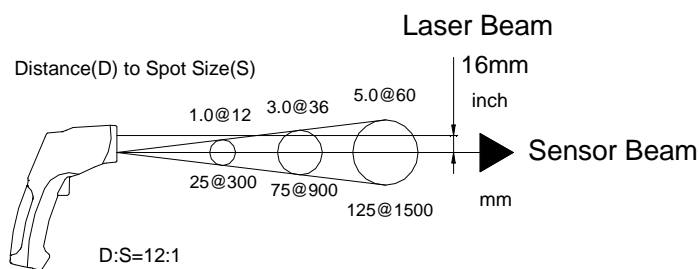

Fig: 1
Wenn die Entfernung (D) zum Messobjekt zunimmt, wird der Sensorpunkt (S) auf dem Messobjekt größer. Siehe Bild 1.
As the distance (D) from the object increases, the spot size (S) of the area measured by the unit becomes larger. See: **Fig: 1**.